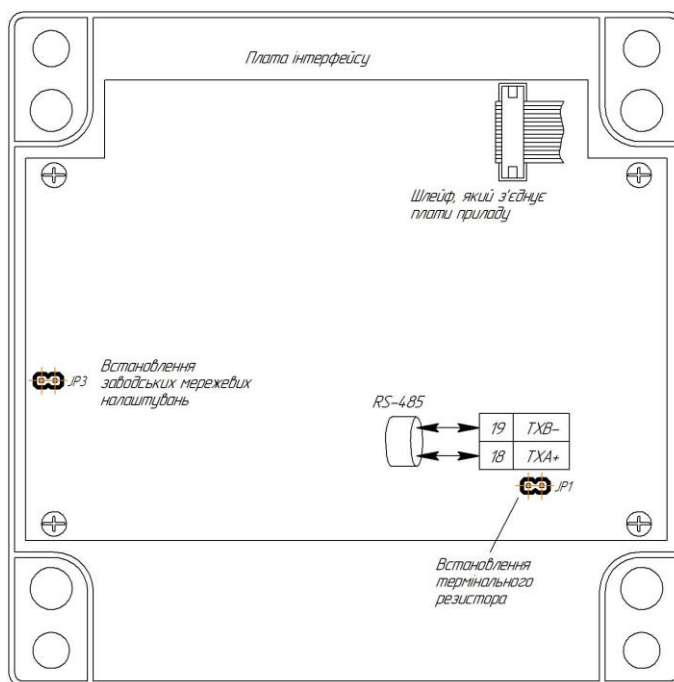

Рисунок 4.3 - Схема підключення зовнішніх сигналів до плати інтерфейса PCY-31
4.4.5.1 Знеструмити блок, розкрити і встановити перемикач JP1 на платі інтерфейсу (див. рис. 4.3), після чого подати живлення. Блок перейде в режим конфігурації мережевих налаштувань. Відкрити програму МІК-Конфігуратор і зробити пошук блоку в мережі.